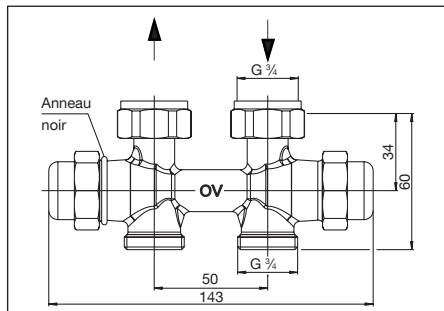
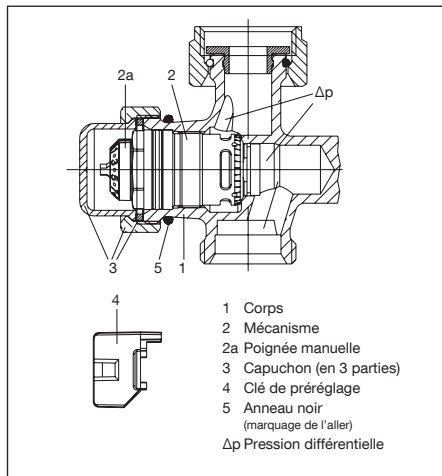
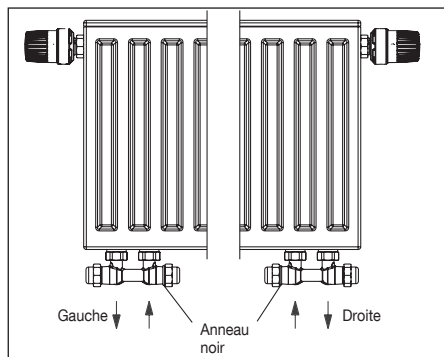

Fig. 3 Modèle droit
Fig. 5 Conception du régulateur de débit
Fig. 6 Affectation des raccordements du modèle équerre pour raccordement à gauche ou à droite
Le débit maximal peut être réglé à l'aide de la clé de préréglage (pos. 4, fig. 5) (voir paragraphe 6.2.1).
Avec l'appareil de mesure raccordé, la pression différentielle disponible au corps de robinet est mesurée. Pour ce faire, dévisser le capuchon (pos. 3, fig. 5). Démontez ensuite le mécanisme (pos. 2, fig. 5) à l'aide du «Demo-Bloc» et effectuez une mesure avec la tige pour mesurer la pression différentielle. Dès que la pression différentielle mesurée atteint un niveau supérieur ou égal à la pression différentielle Δp_{min} (voir 4.1), elle est assez élevée pour permettre la régulation automatique du débit par le raccord.
Il est impératif de respecter la position de l'aller et du retour pour garantir que le fluide circule dans le bon sens (voir fig. 3, 4 et 6). L'aller doit être raccordé au côté du régulateur de débit marqué d'un anneau noir (pos. 5, fig. 5). Le modèle équerre est disponible pour raccordement à gauche et à droite (affectation des raccordements voir fig. 6).
2. Dévisser le mécanisme «QA» (pos. 2, fig. 5) et le mécanisme d'arrêt «Combi LR» à l'opposé à l'aide d'une clé de 19 mm.
4. Démonter l'anneau noir (pos. 5, fig. 5) pour le marquage du raccordement pour l'aller et le monter sur le côté opposé du raccord (mécanisme «QA»).
Lors du montage, veiller à la pose parallèle et sans contraintes de la tuyauterie. Il est impératif de respecter la position de l'aller et du retour pour garantir que le fluide circule dans le bon sens. L'aller doit être raccordé au côté du raccord marqué d'un anneau noir (pos. 5, fig. 5).
Démonter le capuchon sur le côté aller (marqué d'un anneau noir, pos. 5, fig. 5).
Procéder au préréglage selon la valeur souhaitée à l'aide de la clé de préréglage (pos. 4, fig. 5). Le préréglage ne peut être effectué qu'à l'aide de la clé de préréglage fournie qui est montée sur la poignée manuelle (pos. 2a, fig. 5). Cela évite tout risque de dérèglement de la valeur réglée par des personnes non autorisées.
1. Démonter le capuchon sur le côté aller (marqué d'un anneau noir, pos. 5, fig. 5).
Dévisser le mécanisme (pos. 2, fig. 5) du corps (pos. 1, fig. 5) à l'aide de l'outil spécial «Demo-Bloc» sans vidanger l'installation.